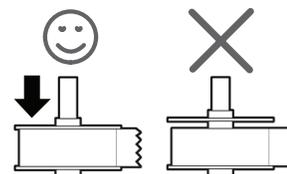

图 2
- 必须将标签卷盘导片推到与标签卷靠齐的位置，不留间隙。请参阅图 2。
- 5 将卷盘导片滑上卷盘的右侧，向下按导片使其紧靠在标签卷一侧，标签卷和卷盘之间不留空隙。请参阅图 2。